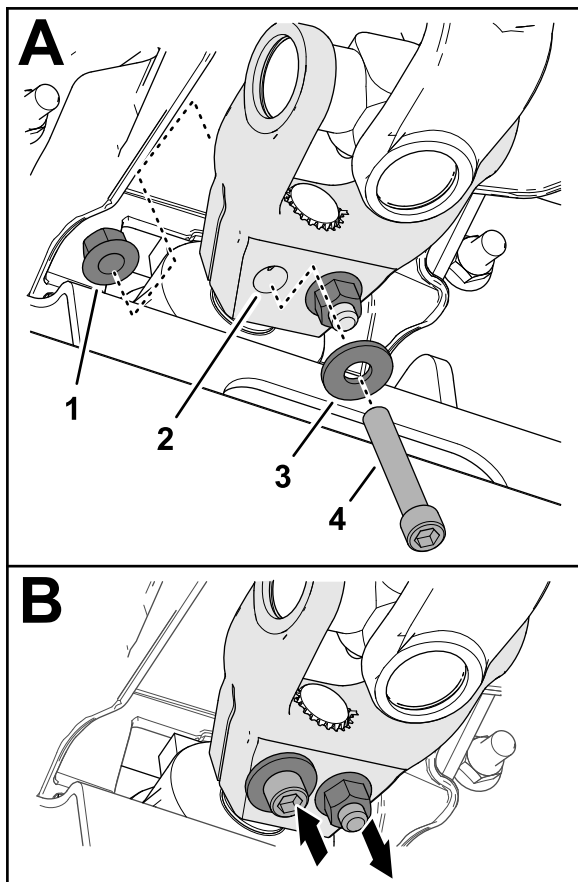

Figura 17
6. Montate un bullone senza dado a brugola ($\frac{3}{8}$ " x $2\frac{1}{4}$ ") attraverso una rondella ($\frac{3}{8}$ ") e il foro nella forcella dell'albero di trasmissione (Figura 17), e fissate il bullone senza dado con un dado di bloccaggio flangiato ($\frac{3}{8}$ ").
7. Montate un bullone senza dado a brugola ($\frac{3}{8}$ " x $2\frac{1}{4}$ ") attraverso una rondella ($\frac{3}{8}$ ") e il foro nella forcella dell'albero di trasmissione dalla direzione opposta (Figura 17), e fissate il bullone senza dado con un dado di bloccaggio flangiato ($\frac{3}{8}$ ").